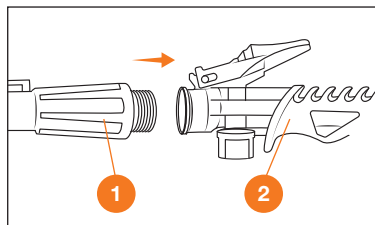

Рис. 5
- Присоедините телескопическую штангу **1** к рукоятке управления **2** и вкрутите её по часовой стрелке (Рис. 5).